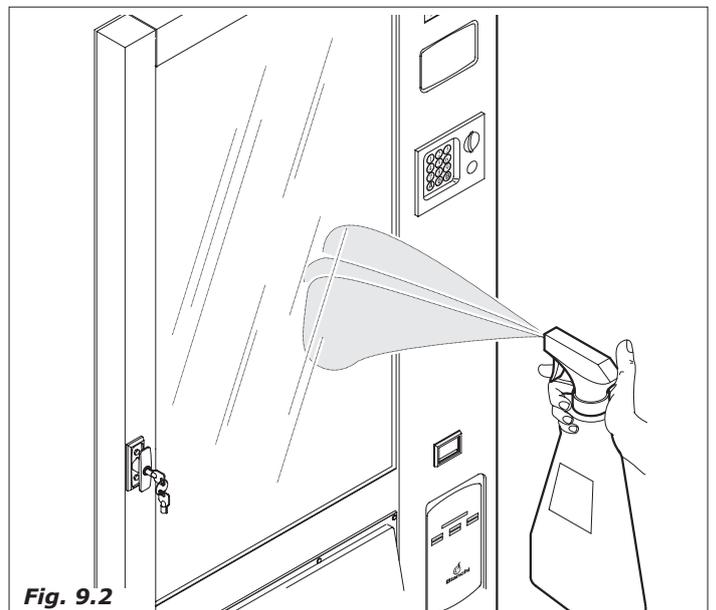

Fig. 9.2
- limpiar con productos apropiados interiormente y exteriormente el vidrio de la puerta (Fig.9.2).